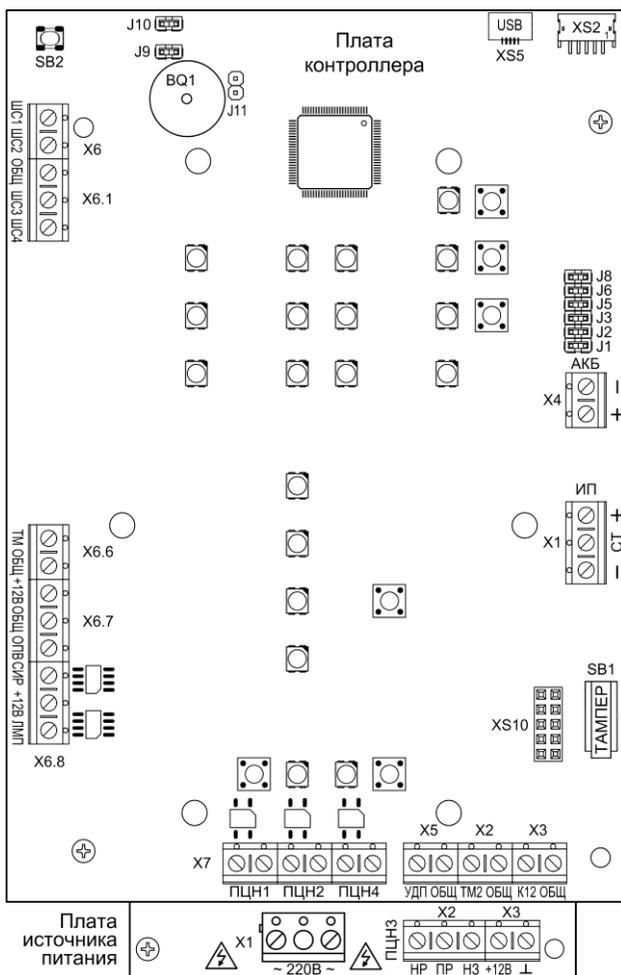

Рис.1 Плата контроллера Гранит-4 (вид со снятой панелью индикации и управления) и плата источника питания (видимая часть)
Прибор состоит из корпуса и съёмной крышки. В корпусе расположена плата контроллера и плата источника питания (рис.1). На плате контроллера установлена панель индикации и управления (рис.2).
3.1 На плате контроллера (рис.1) расположены следующие элементы:
3.3 На плате источника питания (рис.1) расположены следующие элементы: